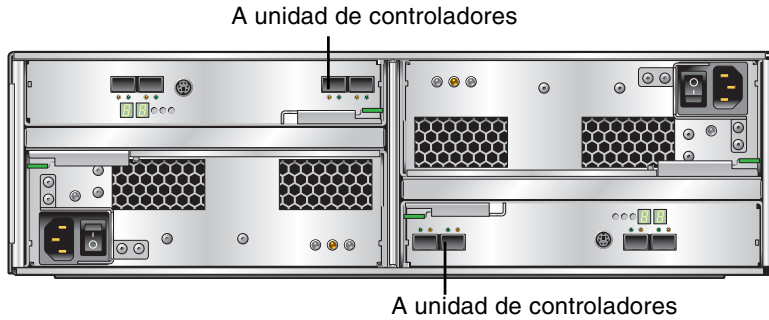

FIGURA 1-7 Parte posterior de la Unidades de expansión Sun StorageTek 5320
La FIGURA 1-7 muestra la parte posterior de la unidad de expansión (EU).